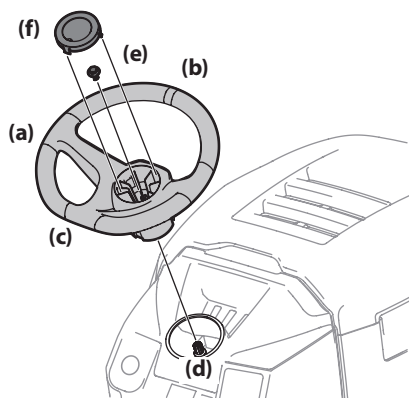

Figure 9
1. Placez les roues de l'appareil de sorte qu'elles pointent vers l'avant, puis placez le volant de direction (a) sur l'arbre de direction (d) en vous assurant que la ligne au milieu (b) du volant (a) pointe vers l'avant et que la partie plate du volant (c) soit face vers le siège. Voir Figure 9.